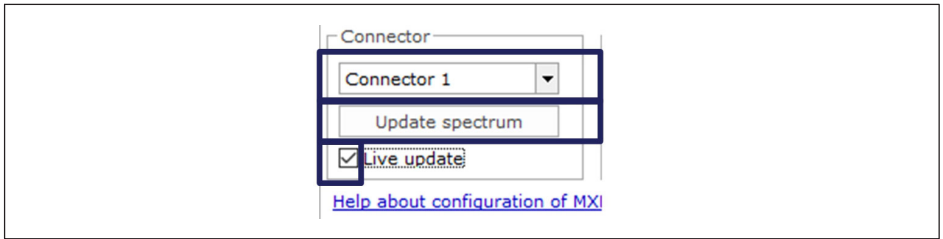

Fig. 4.8 Update spectrum (Actualizar el espectro)
- Cambie el conector seleccionado en la casilla Connector (Conector) (Fig. 4.8).
- Para actualizar el espectro óptico, pulse el botón **Update spectrum (Actualizar el espectro)** (Fig. 4.8).
- Para una actualización continua, active la casilla **Live update (Actualizar en vivo)** (Fig. 4.8).